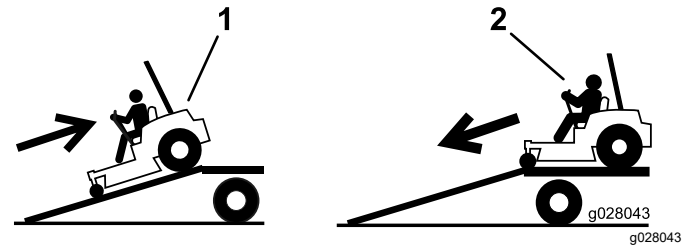

Figure 35
2. Descendez la rampe en marche avant (Figure 35).